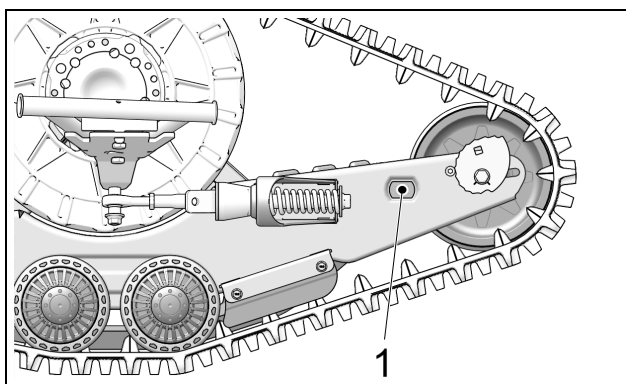

Figure 4
- Un niveau à bulle (1) est fixé à l'intérieur des cadres avant. La bulle doit être parfaitement centrée pour ajuster le système de traction au bon angle d'attaque. Voir la Figure 4.